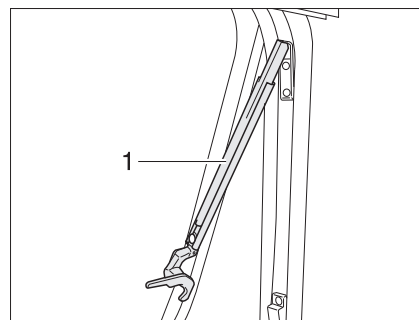

Fig. 53 Fenêtre projetante avec bras automatiques, ouverte
- Ouvrir la fenêtre projetante jusqu'au cran d'arrêt souhaité. Le bras automatique (Fig. 53,1) s'enclenche automatiquement.